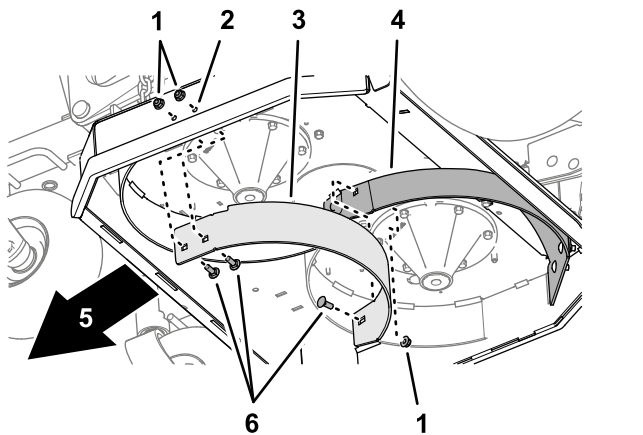

Bild 11
1. Entfernen Sie die drei Schlossschrauben ($\frac{3}{8}$ " x 1") und die drei Sicherungsbundmuttern ($\frac{3}{8}$ "), mit denen das linke Ablenkblech an der Seite des Mähwerks und an das rechte Ablenkblech befestigt ist, und entfernen Sie das linke Ablenkblech (**Bild 11**).